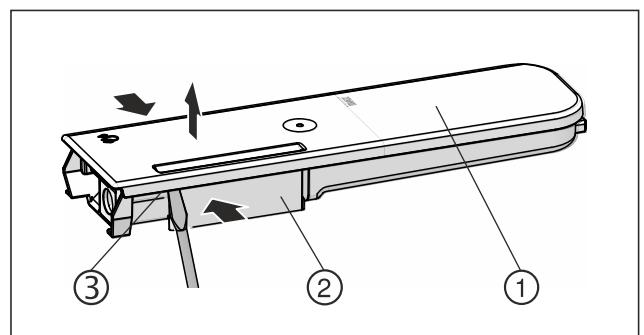

Fig. 135
- ▶ Presser le réservoir d'eau Fig. 135 (2) et faire levier pour lever précautionneusement le couvercle Fig. 135 (1) par les ergots Fig. 135 (3).
- ▶ Faire légèrement bouger le couvercle Fig. 135 (1) de l'avant vers l'arrière puis le retirer par le haut.